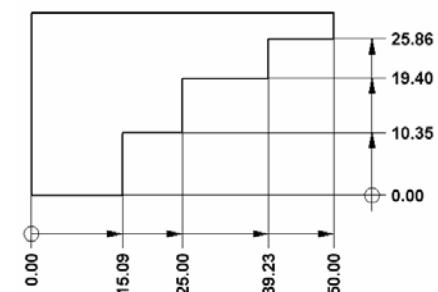

Figura 5.8.3.
- set de cote în raport cu o origine - ca origine se poate utiliza orice punct extremitate sau median, sau o muchie dreaptă; se lansează comanda **Ordinate Dimension Set**, se puntează succesiv elementele geometrice care se doresc a se cota; primul punct este considerat ca origine, iar al doilea indică poziția lanțului de cote; în continuare se puntează restul elementelor geometrice de cotat; încheierea cotării se declanșează prin opțiunea **Create**, preluată din meniu contextual activat prin buton dreapta mouse; dacă se dorește fixarea unei alte origini decât cea propusă de Inventor, se puntează markerul asociat liniei și se preia opțiunea **Make Origin** din meniu contextual activat pe buton dreapta mouse; se poate șterge o dimensiune din lanț prin opțiunea **Delete Member** preluată din meniu contextual activat prin buton dreapta pe markerul dimensiunii de șters; se poate adăuga o nouă dimensiune în lanț prin opțiunea **Add Member** preluată din meniu contextual activat prin buton dreapta pe lanțul de cote urmat de punctarea noului element; în figura 5.8.3. se exemplifică cotarea în raport cu origine;